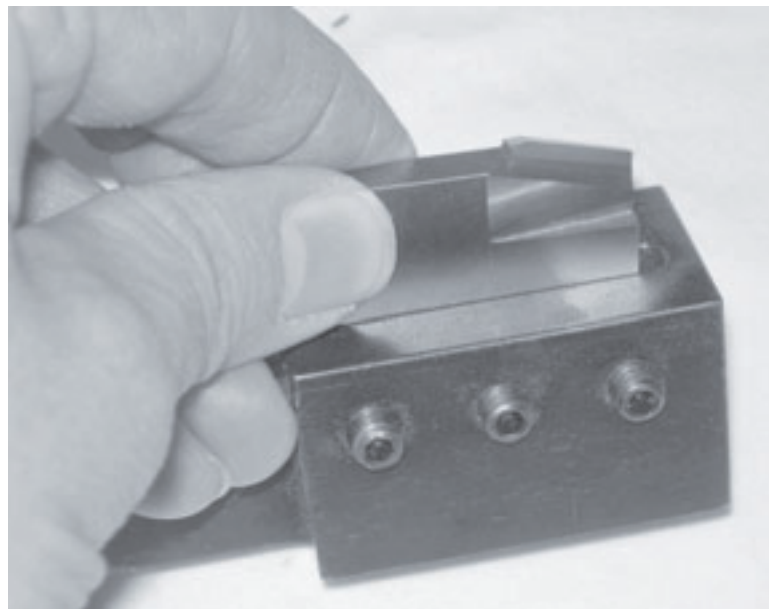

Figura 3-7. Inserte la herramienta de abocardado en el portaburil como se indica. Apriete los tres tornillos de sujeción en el portaburil.
- 2.** Inserte la herramienta de abocardado en el portaburil como se muestra en Figura 3-7. Apriete los tres tornillos de sujeción en el portaburil.